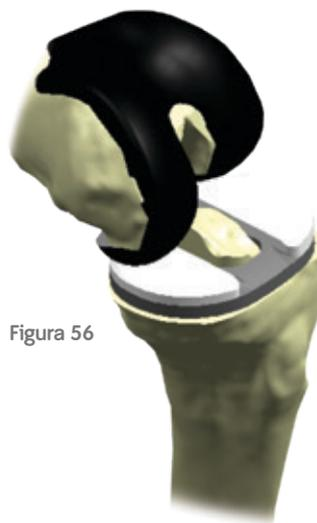

Figura 56
- 9 Retire el cemento sobrante (figura 56).